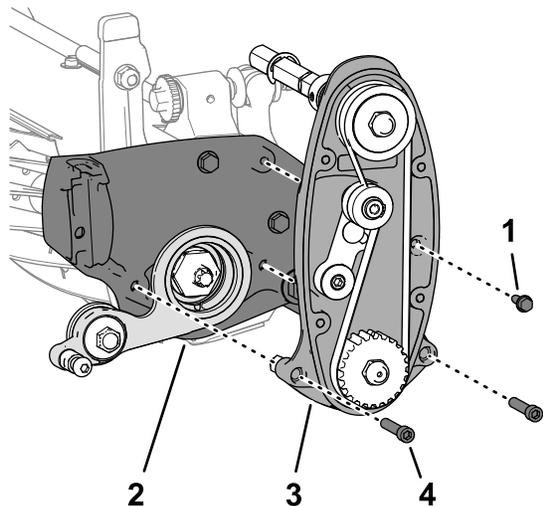

Figure 17
1. Alignez la poulie sur l'unité de coupe, comme montré à la Figure 17.
2. Montez la poulie de tension et l'entraînement de cylindre sur l'unité de coupe (Figure 17) à l'aide des 2 vis à tête creuse (5/16" x 1 1/2") et contre-écrous (5/16") que vous avez retirés à la section 3 Dépose de l'entraînement du cylindre \(page 5\).
3. Montez l'entraînement du cylindre sur l'unité de coupe (Figure 17) à l'aide des 6 vis à embase (1/4" x 3/8").